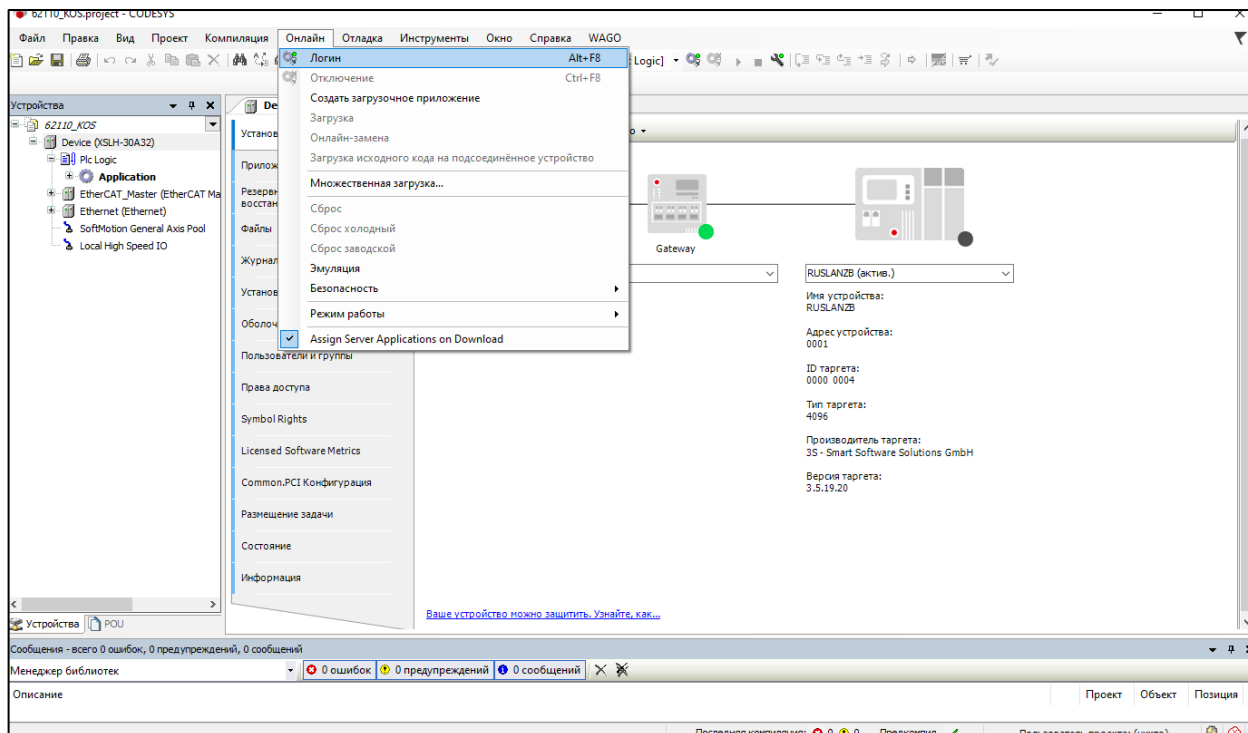

Рисунок 3 – CODESYS V3.5. Команда загрузки проекта
- Для загрузки проекта в меню «Онлайн» выберите команду «Логин» (рисунок 3). Ярлык команды также вынесен на панель инструментов CODESYS.